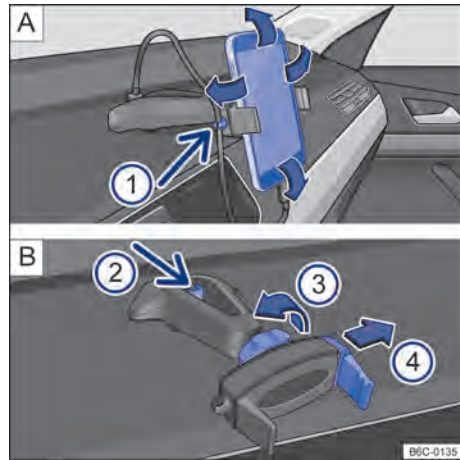

Fig. 223 En la consola central: soporte para teléfono celular y ajustes.
- Sujetar el soporte con una mano y presionar la tecla de desbloqueo → fig. 223 [B] (2) (flecha).
- Con la varilla → fig. 223 [B] (4) mover en la dirección de la flecha, e instalar el teléfono celular en el alojamiento.
- Con la otra mano mover la varilla → fig. 223 [B] (4) hasta que se pueda retirar el aparato del alojamiento.
- Colocar el cable USB en la entrada cargador USB del soporte existente en el tablero de instrumentos → fig. 223 **A**.
- Sujetar el cable en el soporte → fig. 223 **A** **1**.
- Para liberar el movimiento del soporte, girar la traba → fig. 223 **B** **3** en la dirección opuesta de la flecha.
- Para fijar la posición, girar la traba en el sentido de la flecha **3** → fig. 223 **B** hasta la fijación completa del soporte.
El soporte para teléfono celular tiene una garantía de 3 años, con excepción de la varilla deslizante (garra) → fig. 223   que tiene garantía de **1 año**.